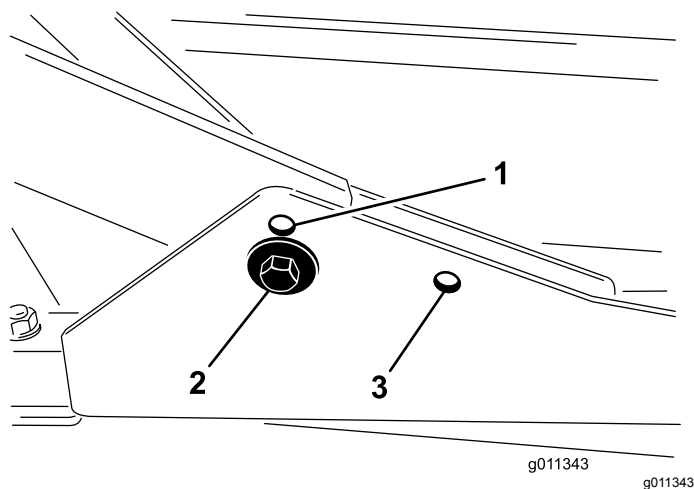

図 7
- 刈高を 20-76 mm にセットする場合には、前キャリアフレームを下側の穴に取り付けます 図 7。
- 刈高を 63-100 mm にセットする場合には、前キャリアフレームを上側の穴に取り付けます 図 7。
後カッティングユニットは、刈り高に関係なく後側の取り付け穴を使って取り付けます 図 7。